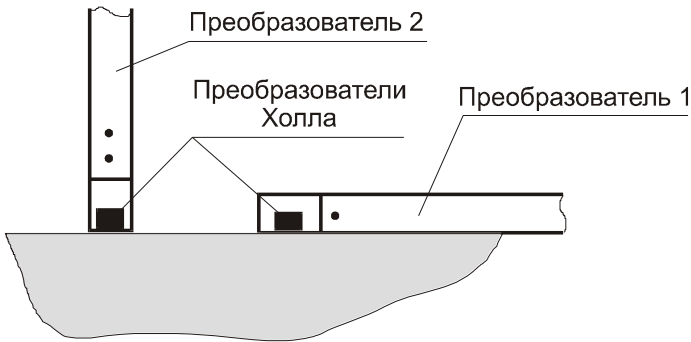

Рис. 4.1 Расположение преобразователей при измерении тангенциальной составляющей напряженности или индукции магнитного поля
4.3 Подсоединить к электронному блоку нужный преобразователь с помощью разъема, вставив кабельную часть разъема в приборную до упора. При этом цветные точки на кабельной и приборной частях разъема должны быть обращены друг к другу. Выбор нужного преобразователя определяется удобством доступа к поверхности, у которой надо произвести измерение тангенциальной составляющей напряженности или индукции магнитного поля (см. рис. 4.1): преобразователь 1 (короткий преобразователь) необходим там, где есть доступ к точке замера только вдоль плоскости изделия; преобразователь 2 (длинный преобразователь) необходим там, где есть доступ к точке замера только ортогонально плоскости изделия. В остальных случаях выбор преобразователя произволен.
5.3.8 Для измерения тангенциальной к поверхности изделия составляющей индукции или напряженности магнитного поля прижать к ней преобразователь ребром, как это показано на рис. 4.1.